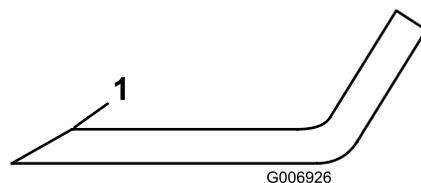

Рисунок 76
4. Осмотрите режущие кромки всех ножей. Заточите режущие кромки, если они не острые или зазубренные, заточите только верхнюю сторону режущей кромки и восстановите первоначальный угол заточки для обеспечения остроты ножей (Рисунок 76).